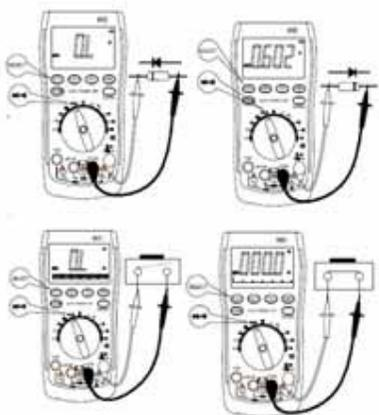

図 13-1
- レンジ切り替えスイッチを“ ”に切り替えてください(図 13-1)。